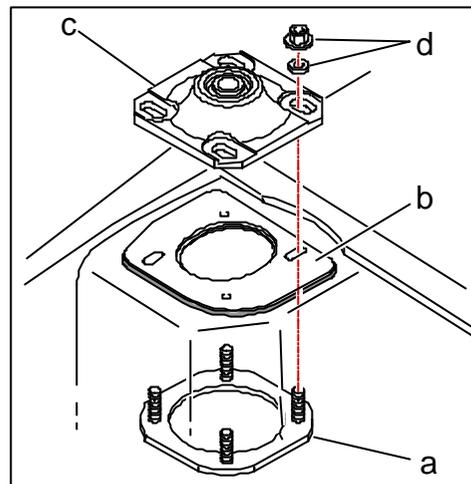

Fig. 2
- ☞ *Positionner la platine supérieure sur la caisse (Fig 2) :*